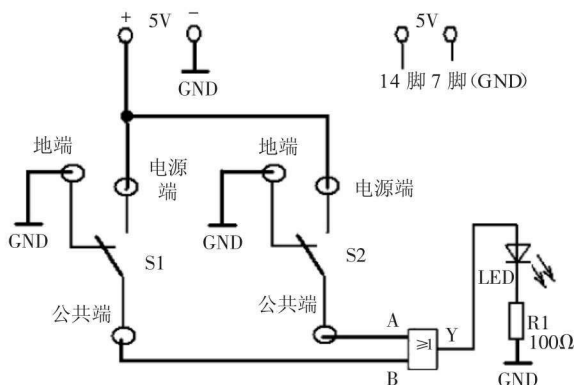

图 1-2-2
① 根据图 1-2-2 要求，从元件柜中，找出所有元器件，并检查元器件的质量。
② 按图 1-2-2 要求，从 74LS32 芯片中任选出一组或门，将 A、B 与开关相连，Y 与发光二极管相连，并把芯片引脚号分别标注在图 1-2-2 的 A、B、Y 上。
③ 按图 1-2-2 接好地线，接通电源线，接好组子开关(注意钮子开关公共端问题)。
④ 测量：按照表 1 中输入 A、B 的状态，给输入端 A、B 输入高电平或者低电平，观察灯的亮灭。灯亮表示输出为“1”，灯不亮表示输出为“0”，将观察到的实验现象用“0”“1”来表示，填写在表中，同时用万用表测量输出端 Y 的电压值。
① 仿照图 1-2-2，设计测试 74LS04 芯片逻辑功能的实物连线图，并将图画在下面的空白处。